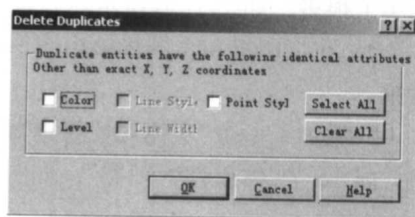

图 1-35
(7) 删除重复图素增加了一个对话框,如图 1-35 所示,选 Delete→Duplicates→Points/Lines/Arcs/...命令,显示“删除重复”对话框。